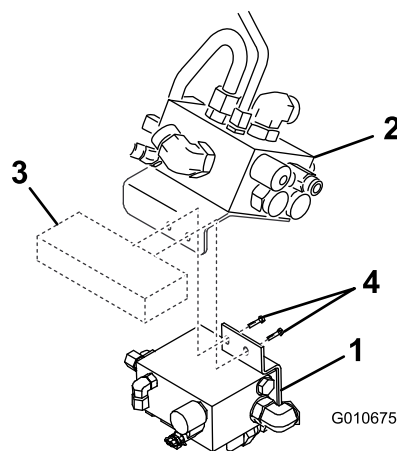

Figura 2
- Allineate il gruppo ripartitore di flusso e la staffa al telaio come illustrato in Figura 2.